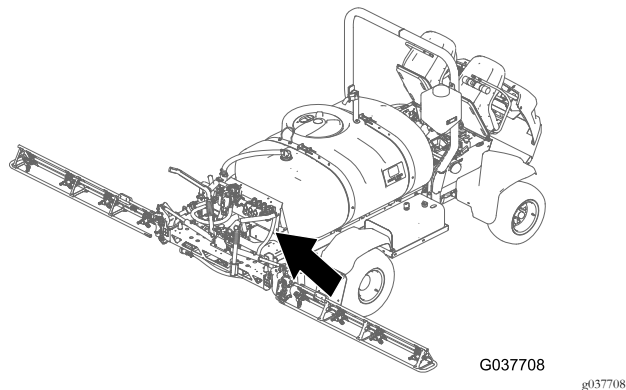
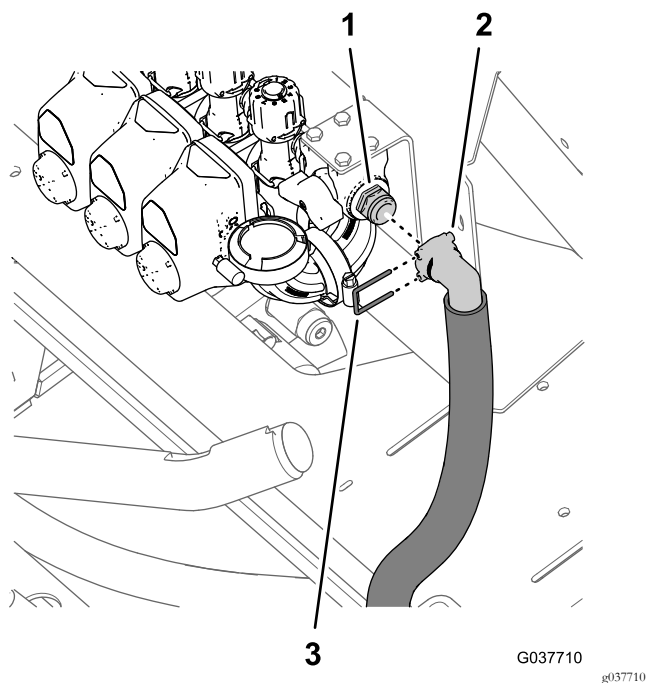

Bild 77
Bild 78
1. Befestigen Sie das gezahnte 90°-Anschlussstück des Überlaufschlauchs (2,5 cm x 64 cm) an dem Schnellkupplungsanschlussstück am Abstellventil des Überlaufs (Bild 77 und Bild 78).
2. Befestigen Sie das gezahnte 90°-Anschlussstück mit dem Halter, der dem Überlauf- und Ablassschlauch beiliegt, am Schnellkupplungsanschlussstück (Bild 78).